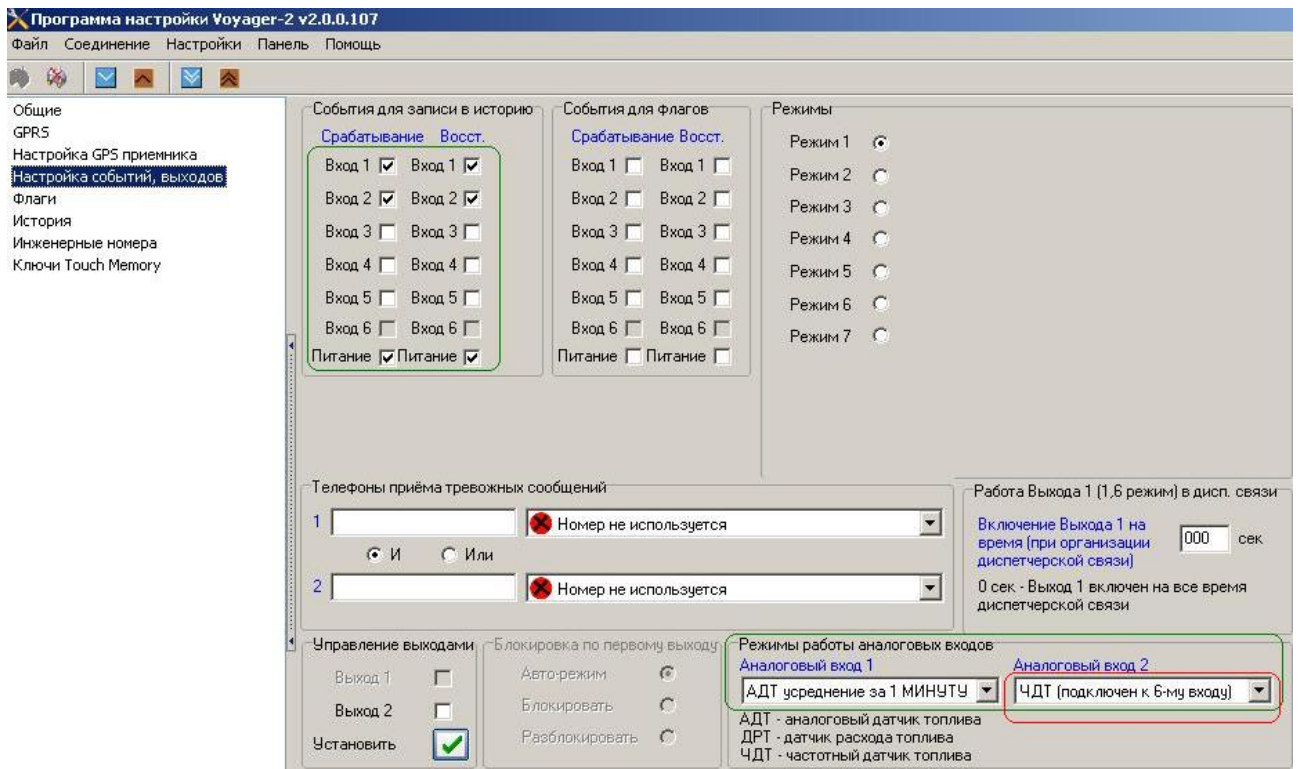

Рисунок 1
- 3.1. Настроить терминал в сервисной программе V2Config (Рис. 1). На рисунке и далее приведен пример для Аналогового входа 1 (Аналоговый вход 2 настраивать так же).